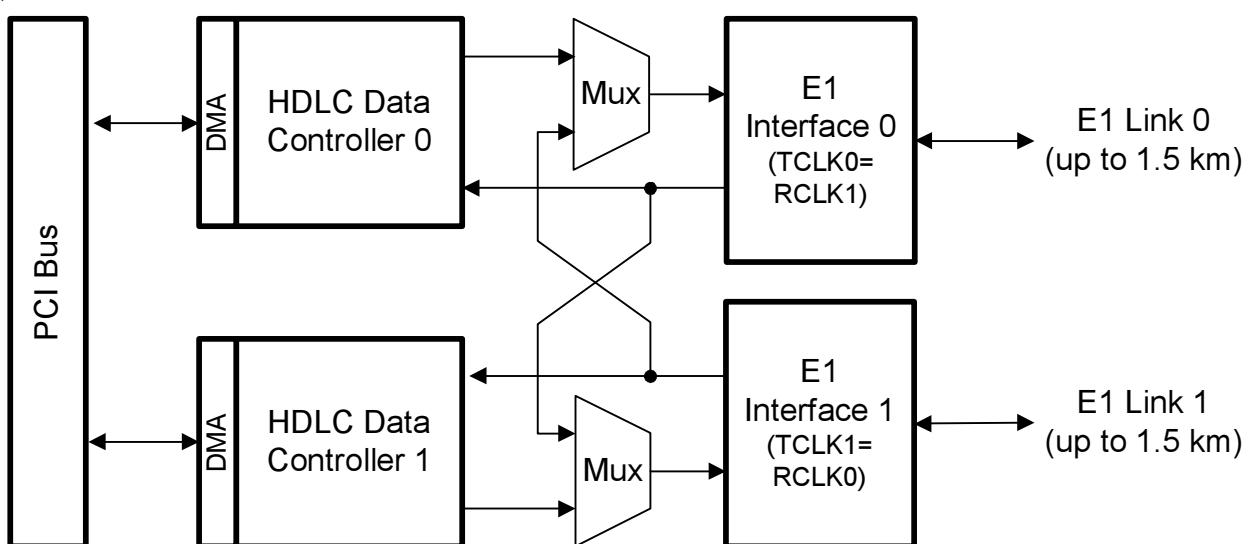

Figure 3: Configuration D - drop-insert multiplexer.
Configuration D: drop-insert multiplexer. The selected timeslots of E1 links are transferred to/from the PC memory. The remaining timeslots are translated between the E1 links (fig. 3).
Конфигурация DI (D). Выбранные канальные интервалы линий E1 поступают в память компьютера. Передаваемые данные замещают часть канальных интервалов. Остальные канальные интервалы транслируются из канала E1-0 в канал E1-1 и обратно (fig.3).